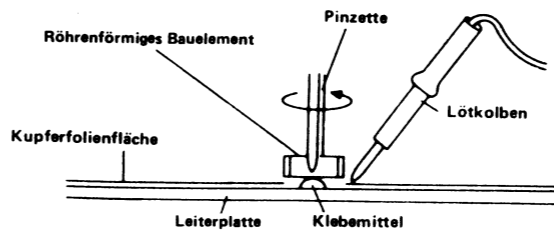

Abbildung 22-2
- Das Bauelement dann vorsichtig mit einer Pinzette anheben und unter Verwendung der Lötkolbenhitze zu den Anschlüssen, das Bauelement entfernen. Siehe Abbildung 22-2.